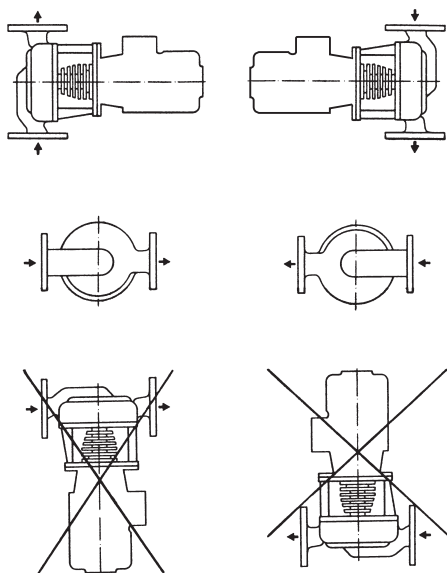

Fig. 7: Posições de instalação autorizadas
- É permitida qualquer posição de montagem excepto “Motor para baixo” (consulte Posições de montagem fig. 7).